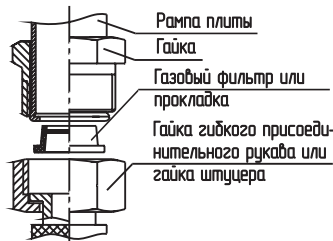

рис. 1
■ При подключении плиты (рис. 1) для создания герметичности следует между рампой и присоединительной гайкой установить: